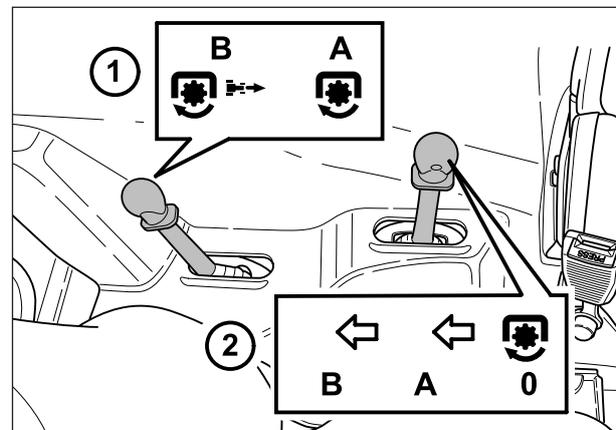

Abb. 5-15
- 1- Mit dem Hebel (2 - Abb. 5-15) die gewünschte Geschwindigkeit 540/540ECO/1000 wählen.
- 2- Den Hebel zur Wahl der Zapfwelle (1 Abb.5-15) einlegen.
### Hebel zur Wahl der Zapfwellenart (1 Abb.5-15).
Bedeutung der Symbole, die auf dem Aufkleber zu sehen sind, der sich seitlich vom Schalthebel (Abb.5-15) befindet.
**ANMERKUNG:** Der Hebel (1-Abb.5-15) zur Wahl der Betriebsart der Zapfwelle hat keine neutrale Stellung. Die neutrale mechanische Stellung erhält man mit dem Hebel zur Wahl der Geschwindigkeit (2- Abb.5-15), wenn er in der zentralen Stellung "0" steht.
Den Hebel (1) immer in der Stellung "A" von Abb.5-15 für die eingelegte Motorzapfwelle halten.
**WICHTIG: Wenn man beim Gebrauch der Wegzapfwelle einmal oder mehrmals rückwärts fahren muss, nicht vergessen, dass sich auch die Zapfwelle dabei in der entgegengesetzten Richtung dreht. Um Schäden zu vermeiden, empfiehlt sich deshalb, bei bestimmten Geräten die Zapfwelle auszuschalten, bevor man die Fahrtrichtung umkehrt (Hebel 2, Position O - Abb. 5-15).**